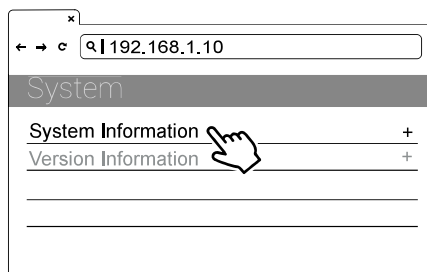

Figura 40. Informații dată și oră
- 3) Selectați: CONFIGURAȚI | Network | System Information | System DateTime. A se vedea Figura 40.